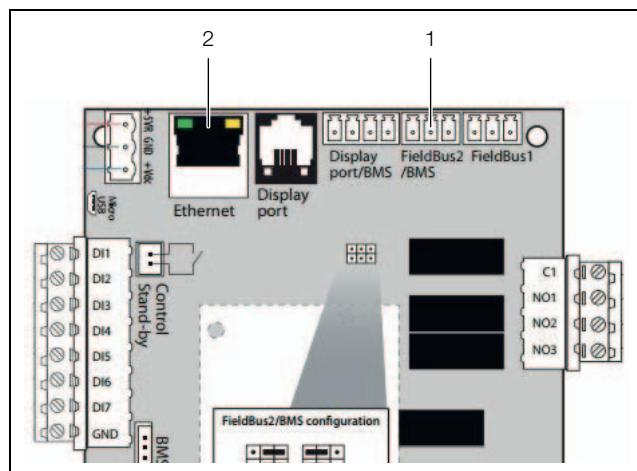

Abb. 10: Anschlüsse
- Verwenden Sie auf der Platine den Anschluss „FieldBus2“ (Abb. 10, Pos. 1), um das Gerät mit einem Überwachungsgerät zu verbinden.
- Verwenden Sie auf der Platine den Anschluss „Ethernet“ (Abb. 10, Pos. 2), um das Gerät über Webseiten mit einem Überwachungsgerät zu verbinden.